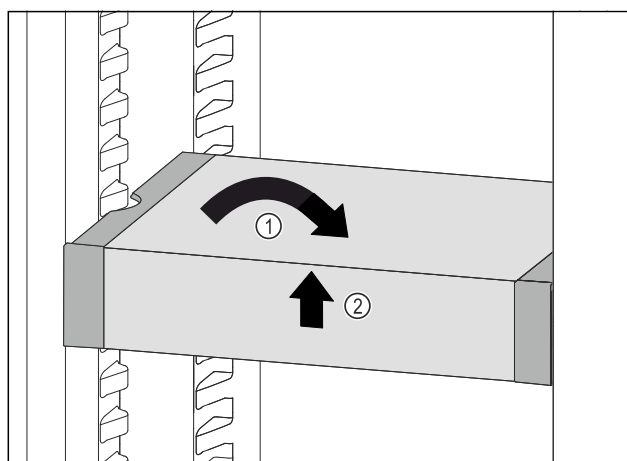

Fig. 103
- ▶ Collocare VarioSafe in maniera dritta. Fig. 103 (1)
- ▶ Sollevare VarioSafe dal lato anteriore. Fig. 103 (2)